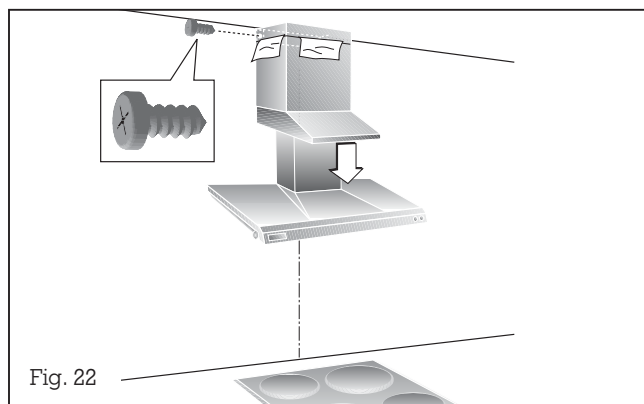

Fig. 22
- Tirez le sabot vers le bas dans sa position définitive (fig. 22).